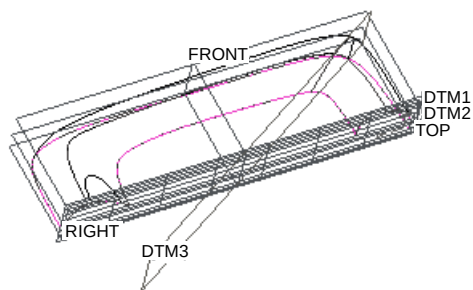

图 8.8.62 RIGHT 为活动平面
(1) 单击 **样式** 功能选项卡 **平面** 区域中的“设置活动平面”按钮  , 选取 RIGHT 基准平面为活动平面, 此时模型如图 8.8.62 所示。